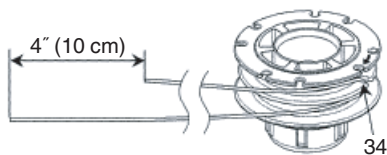

Fig. 30
- (2) Après avoir retiré le boîtier, extrayez la bobine et jetez le fil restant.
- (3) Pliez le nouveau fil nylon inégalement en deux comme dans l'illustration. Accrochez le bout en U du fil nylon dans la rainure (34) du séparateur central de la bobine. Enroulez les deux moitiés du fil sur la bobine dans le même sens en gardant chaque moitié de son côté du séparateur. (Fig. 30)